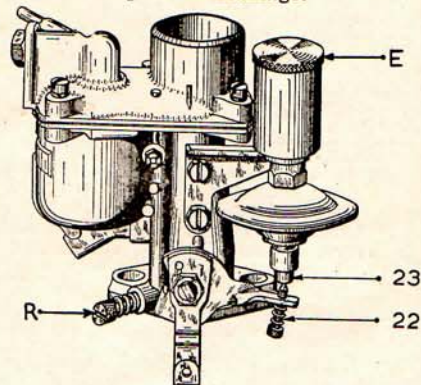

Fig. 5. — Vue du carburateur 26 BCI équipé du frein de ralenti (AZ).
- Régler la vis (22) (figure 5) de butée de papillon agissant sur le poussoir (23) du frein de ralenti, de façon à être à la limite d'entraînement du tambour d'embrayage, puis la dévisser d'un demi-tour.